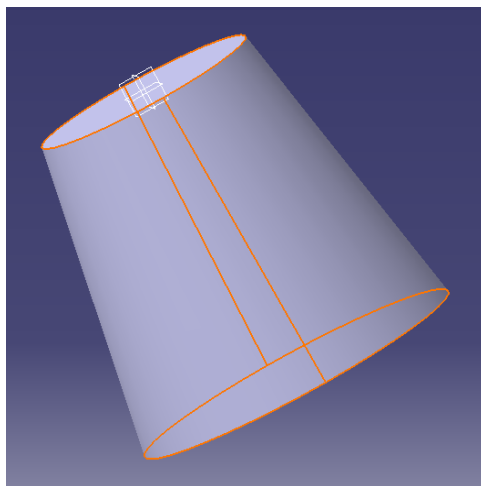

图 3-15
(3) 点击 OK 键后形成斜角为  $10^\circ$  的一个锥体（见图 3-15）。